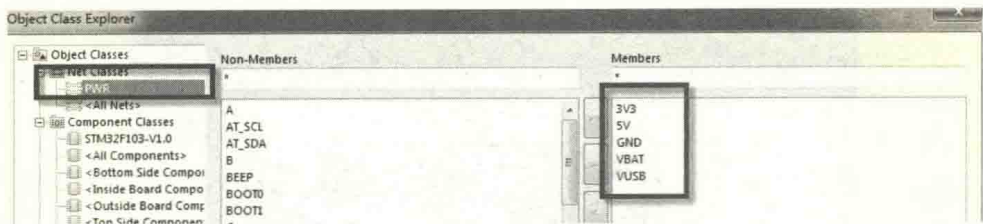

图 12-49 类的创建
(1) 按快捷键“DC”，进入类管理器。
(2) 在“Net Classes”上单击鼠标右键，创建一个“PWR”类，把属于电源的信号都进行添加，如图 12-49 所示。